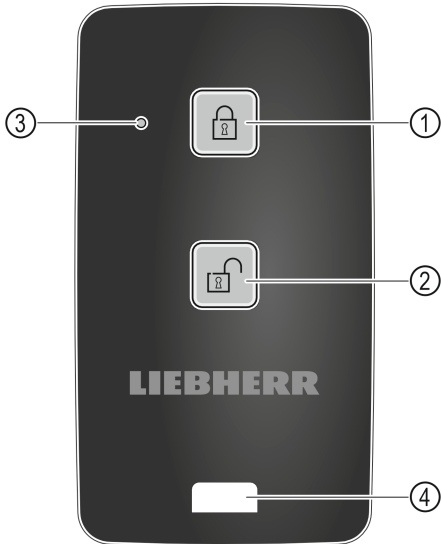

Fig. 109
- (1) Schloss verriegeln
- (2) Schloss entriegeln
- (3) Status LED
- (4) Befestigungsöse
- ▶ Taste Fig. 109 (1) auf der Fernbedienung drücken.
- ▶ Taste Fig. 109 (2) auf der Fernbedienung drücken.
- ▶ Status-LED Fig. 109 (3) gibt bei Tastendruck eine optische Rückmeldung.
- ▶ Öse Fig. 109 (4) zur Befestigung der Fernbedienung, zum Beispiel an einem Schlüsselbund.